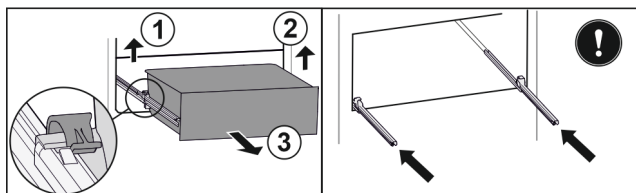

Fig. 129
- ▶ Zvedněte levou svorku a současně vytáhněte zásuvku vlevo dopředu. Fig. 129 (1)
- ▶ Zvedněte pravou svorku a současně vytáhněte zásuvku vpravo dopředu. Fig. 129 (2)
- ▶ Vyjměte zásuvku dopředu. Fig. 129 (3)